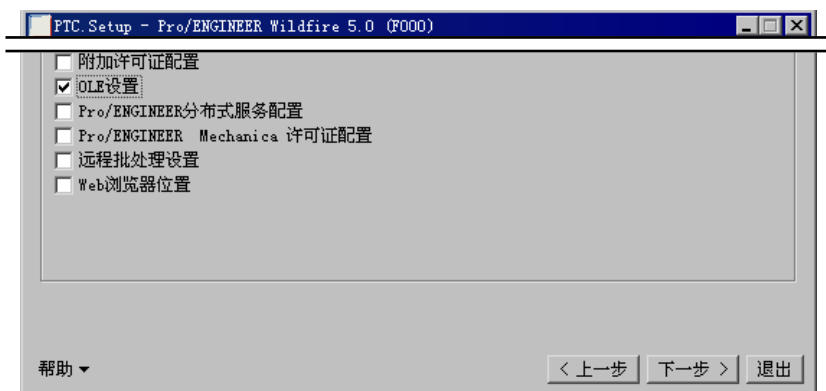

图 2.5.11 可选配置步骤
(1) 在 Windows 快捷方式首选项 区域中选中 桌面、 开始菜单 和 程序文件夹 复选框，下面的 程序文件夹、启动目录 选项采用默认设置。
(2) 在 Windows 环境首选项 区域中，确保选中 修改所有用户的系统环境 单选项。
(3) 单击 按钮。
Step10. 系统弹出图 2.5.11 所示的对话框，提示用户选择 Pro/ENGINEER 软件的可选配置项目，建议选中 OLE 设置 复选框，然后单击 按钮。